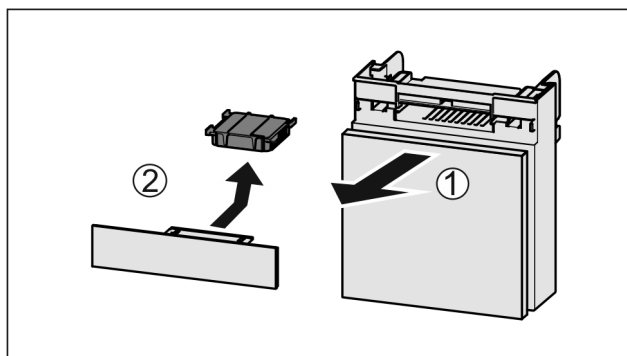

Fig. 168
- Húzza ki Fig. 168 (1) előrefelé a rekeszt.
► Vegye ki az aktívszén-szűrőt Fig. 168 (2).